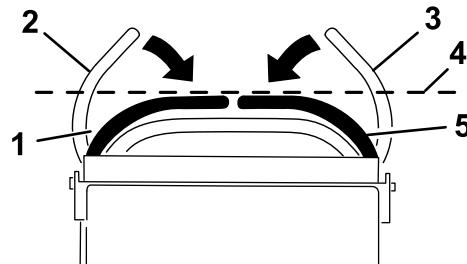

Figure 67
3. Abaissez les leviers de commande de déplacement hors de la position de VERROUILLAGE AU POINT MORT (Figure 67).
4. Vérifiez si le levier de commande de déplacement droit s'aligne horizontalement sur le levier de commande de déplacement gauche (Figure 67).